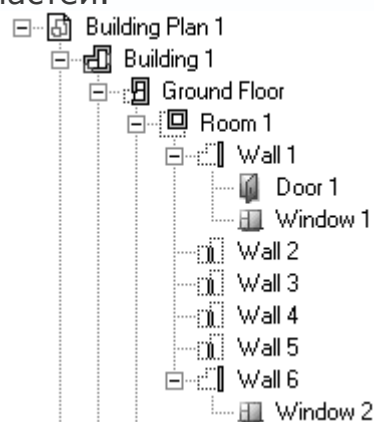

Рис. 1.1. Пример иерархического представления строительного плана, созданного на основе объектного подхода
- Построенная модель (чертеж) может быть представлена в виде иерархического дерева (рис. 1.1), что упрощает навигацию по проекту, поиск и редактирование его отдельных частей.